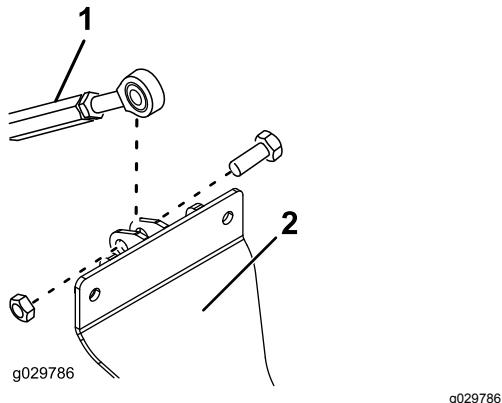

Figura 5
6. Prenda a extremidade da barra do encaixe ao suporte do cilindro. Utilize um parafuso (1/2 pol. x 1½ pol.) e uma porca (1/2 pol.), tal como se mostra na Figura 5.